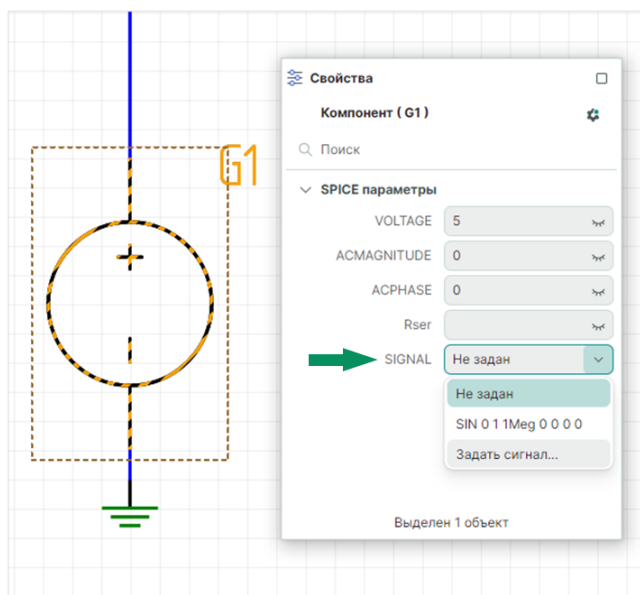

Рис. 147 Создание сигнала из панели «Свойства»
2. Выделите на схеме источник и в панели «Свойства» выберите «SPICE-параметр» → «SIGNAL» → «Задать сигнал...», см. Рис. 147.